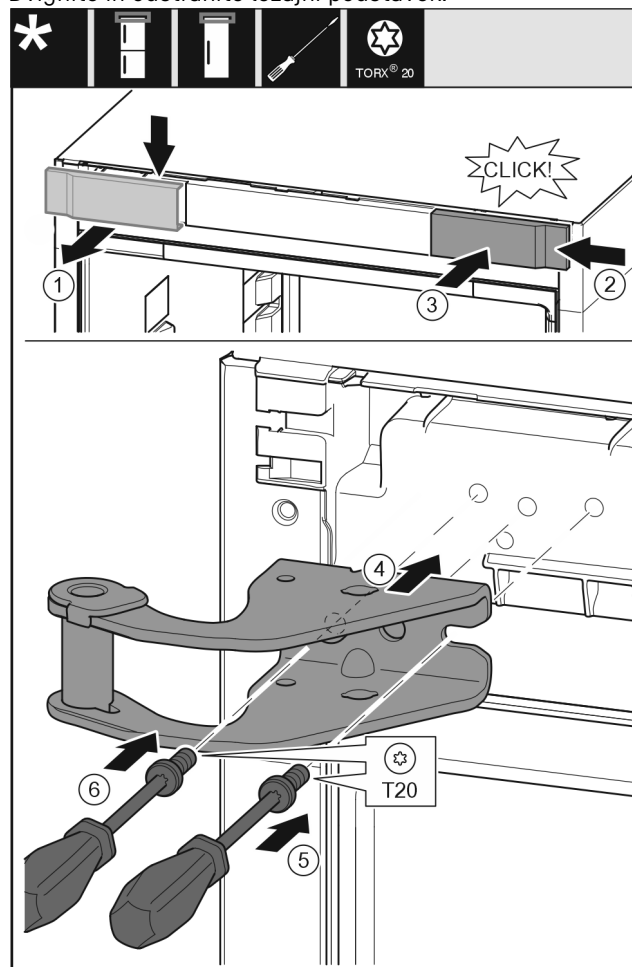

Fig. 12
- ▶ Pokrov snemite od zgoraj v smeri naprej. Fig. 12 (1)
- ▶ Pokrov, obrnjen za 180°, namestite na drugi strani z desne strani. *Fig. 12 (2)*
- ▶ Zataknite pokrov. *Fig. 12 (3)*
- ▶ Pristavite zgornji ležajni podstavek. *Fig. 12 (4)*
- ▶ Vijak vstavite z izvijačem T20 in ga zategnite. *Fig. 12 (5)*
- ▶ Vijak vstavite z izvijačem T20 in ga zategnite. *Fig. 12 (6)*